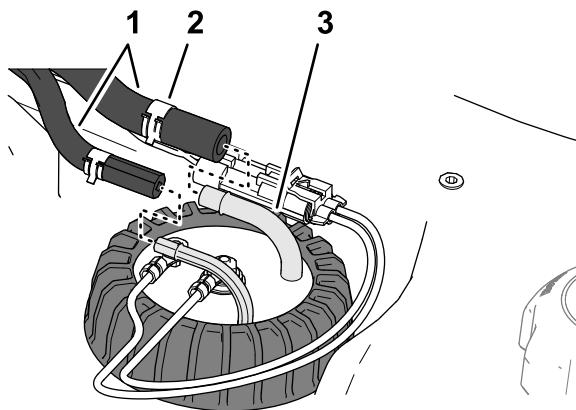

图 88
5. 将软管组裝到燃油发送器的接头上并用夹子将软管固定到接头上图 88。